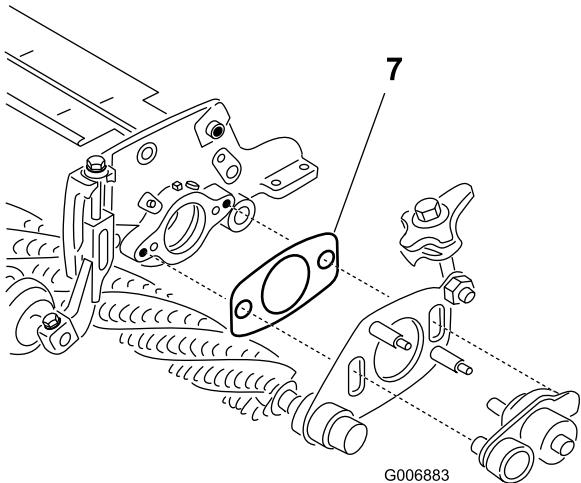

Рисунок 50
7. Убедитесь в том, что регулировочная прокладка (Рисунок 50) между поворотной пластиной приводной стороны механической щетки и боковая пластина режущего блока не зажаты поворотной ступицей. Регулировочная прокладка должна свободно перемещаться.